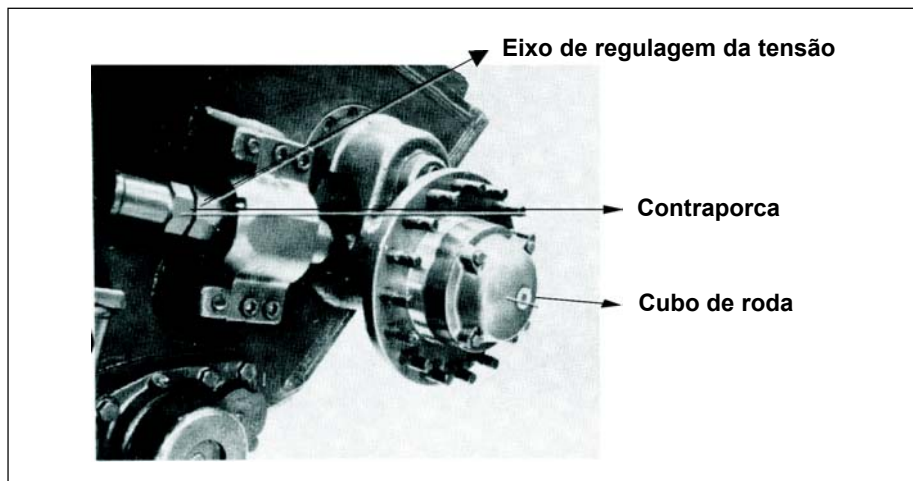

Fig 6-8. Mecanismo de tensão
(2) cada patim é composto de 2 (dois) blocos de aço ligados entre si por pinos transversais. Os patins são unidos por conectores e guia central. A almofada dos patins é de aço, com revestimento em borracha.
**f. Mecanismo de tensão** - Um parafuso de tensão liga a polia tensora ao mecanismo de tensão. A porca do parafuso de tensão permite o deslocamento do parafuso de tensão e a contraporca bloqueia o sistema. O mecanismo possui 3 (três) graxeiras, que utilizam GAM. (Fig 6-8, 6-9 e 6-10)